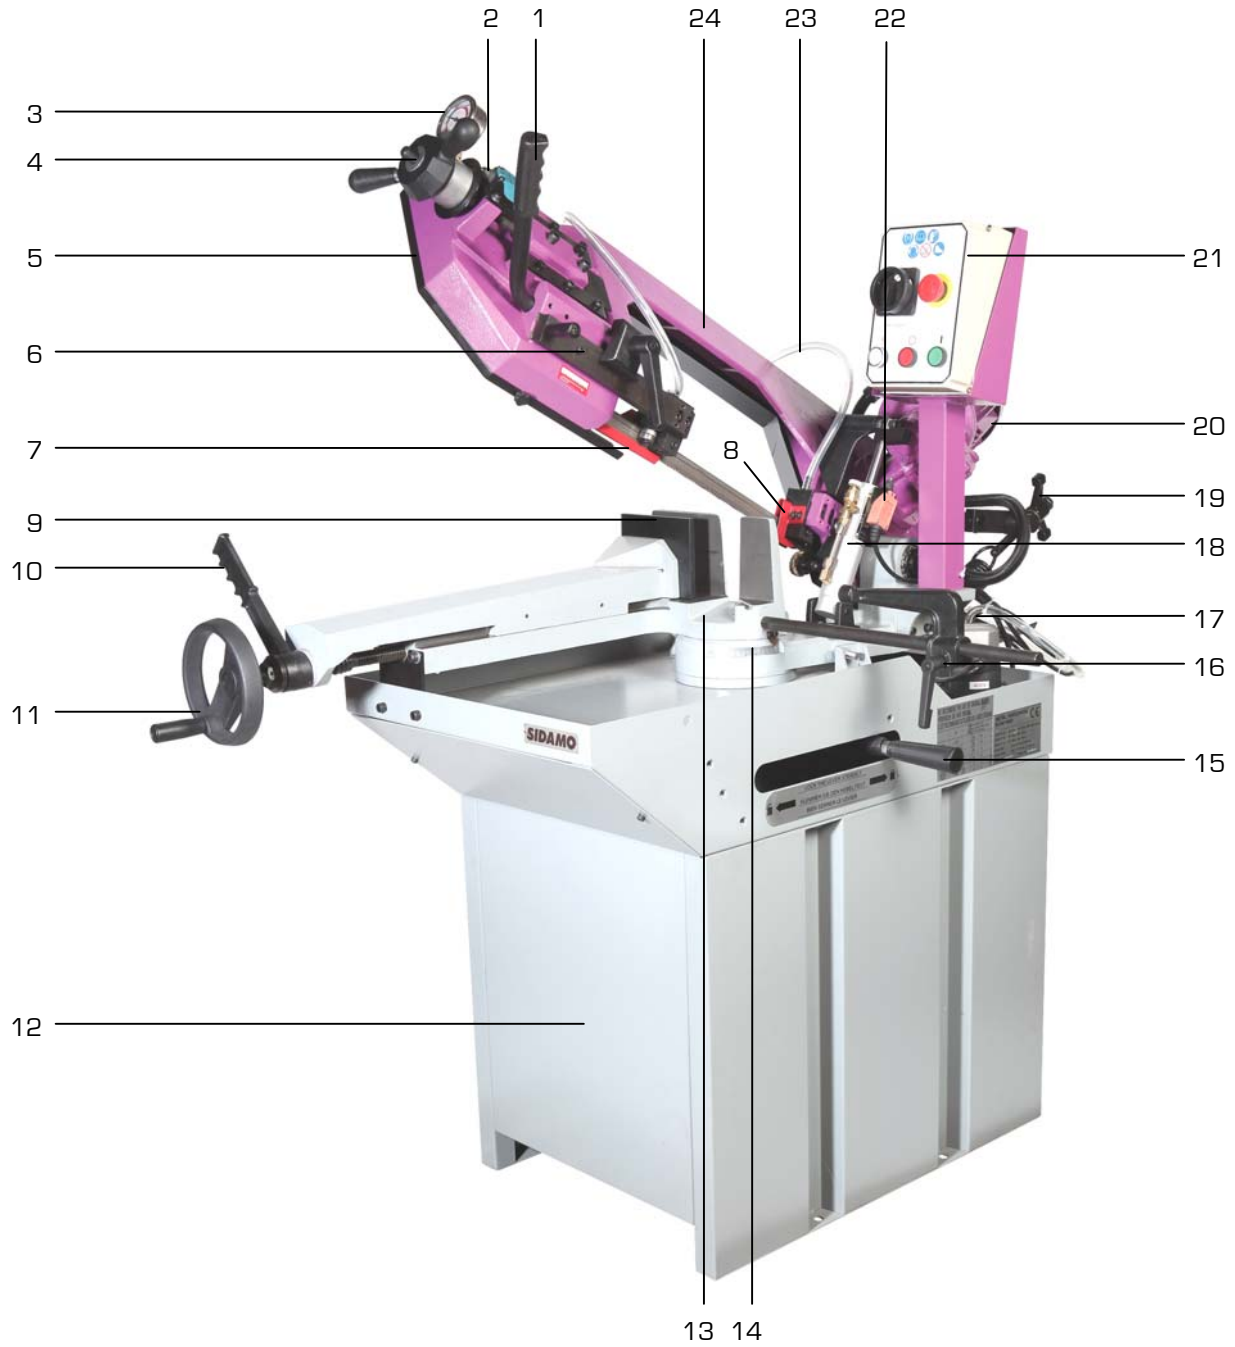

Figure 1
- Insérer la butée de coupe (16 fig.1) dans son siège sur la base droite de l'étau, puis la bloquer.
Ce pictogramme de sens de défilement du ruban est présent sur le carter ruban (5 fig.1).
- Le volant de réglage de tension ruban [4 fig.1] est associé à un manomètre de tension ruban [3 fig.1] et à un contacteur de sécurité de tension ruban [2 fig.1]. Si celui-ci n'est pas enclenché, la scie ne démarre pas.